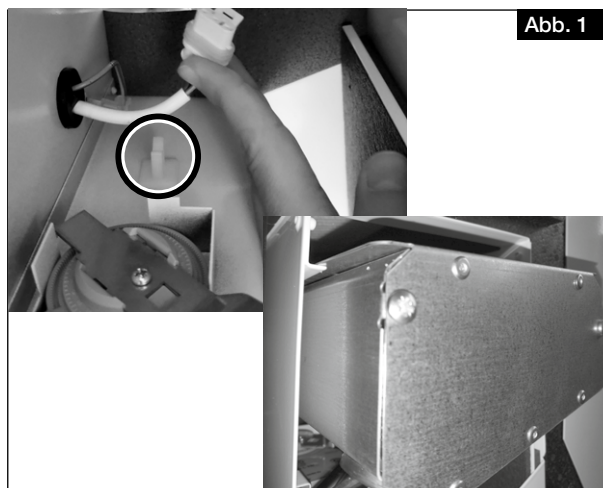

Abb. 1
1. Anschlussstecker aus dem Klip nach oben rausnehmen (s. Abb. 1).
2. Elektro-Vorheizung in die Führungsschiene einsetzen und in den Schacht einschieben (s. Abb. 1).
- ① **Darauf achten, dass sich das Anschlusskabel der Elektro-Vorheizung zur Gerätemitte und nicht zur Außen-seite des Lüftungsgerätes befindet.**
1. Anschlussstecker aus dem Klip nach oben rausnehmen (s. Abb. 1)
3. Elektro-Vorheizung in die Führungsschiene einsetzen (s. Abb. 1).